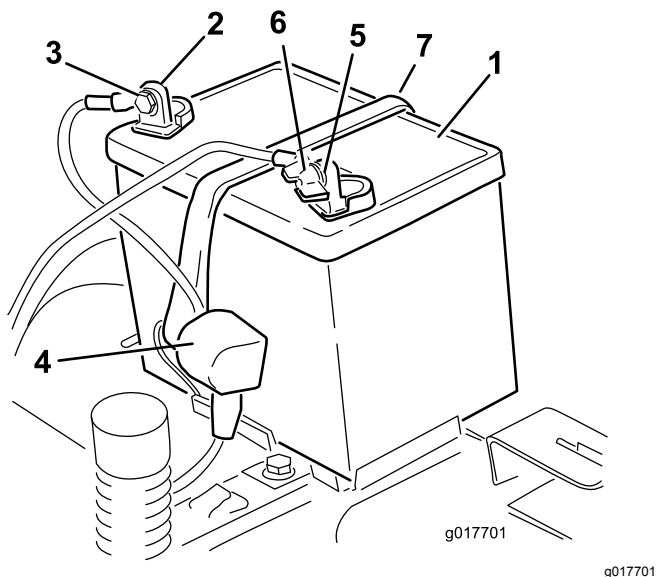

Figura 52
4. Desconecte el cable negativo de tierra (negro) del borne de la batería (Figura 52).
6. Desconecte el cable positivo (rojo) del borne de la batería (Figura 52).
7. Retire la correa de sujeción de la batería (Figura 52) y levante la batería para retirarla de su bandeja.
1. Coloque la batería en la bandeja (Figura 52).
5. Fije la batería con la correa de sujeción (Figura 52).